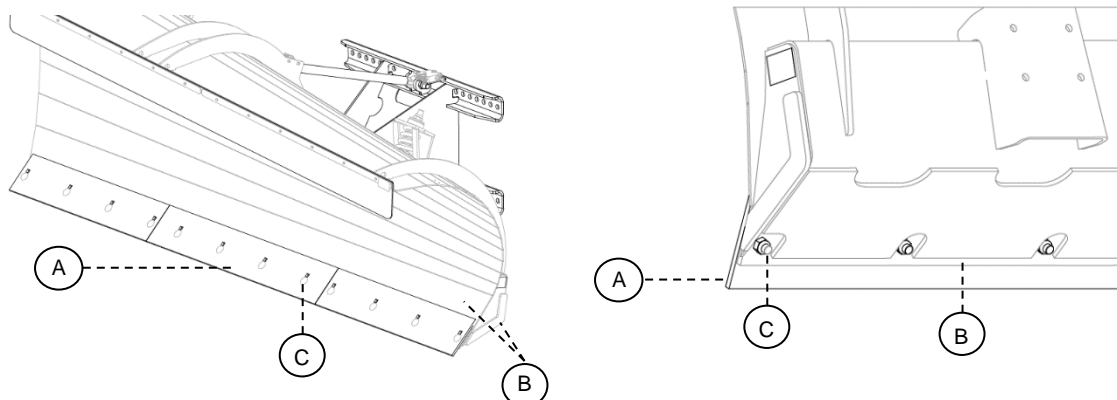

Bild.13
DPX plogen är som standard utrustad med släta slitstål (A). Slitstålen (A) är skruvade (C) till plogens nedre del (B) (se Bild.13.). Slitstålen (A) är flytt- och vändbara.
- Se till att ytorna på plogens nedre del (B) är rena från smuts och grus innan slitstålen monteras, se Bild.13.